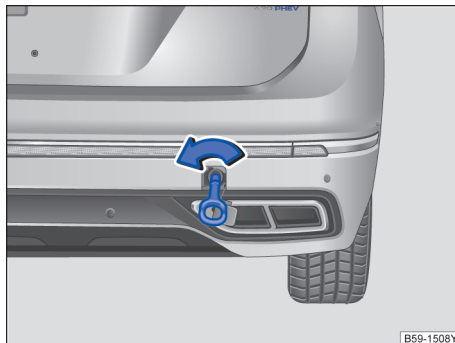

图 210 安装牵引环
- 将牵引环朝箭头方向拧入螺纹孔内，直到限位位置→ 图 210。